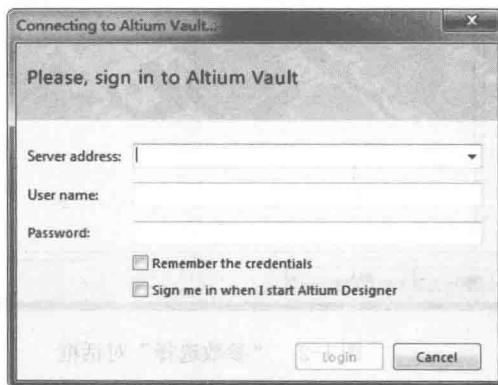

图 1-4 “Connecting to Altium Value（连接 Altium 信息）”对话框
- “Sign in Altium Value（标记 Altium 信息）”命令：用于设置 Altium 基本信息，包括服务地址、用户名/密码，如图 1-4 所示单击该命令弹出“Connecting to Altium Value（连接 Altium 信息）”对话框。